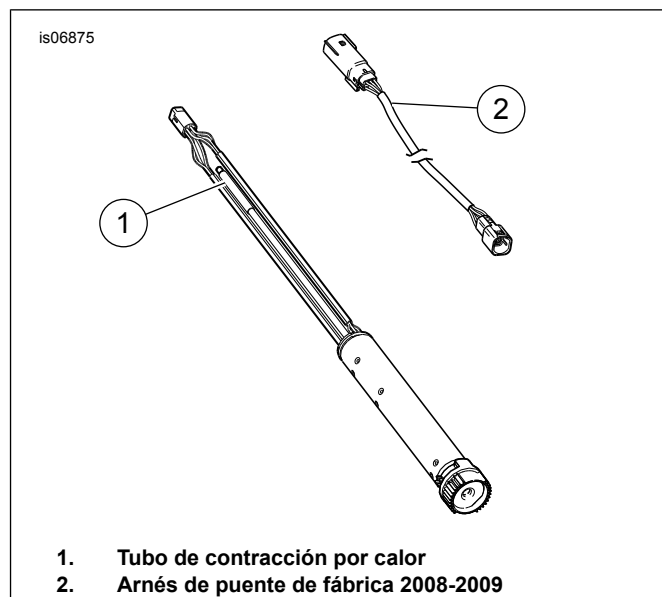

Figura 2. TGS 2008 y 2009 y arnés
3. Vea Figura 2 . Desconecte el arnés de puente del TGS del TGS y el arnés principal, y deseche el arnés de puente de fábrica (2).